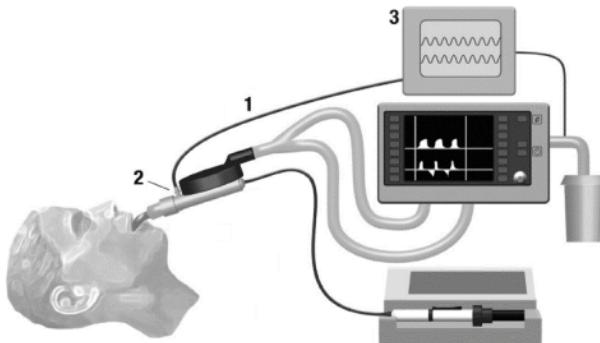

Figura 1
1. Conecte la línea de muestreo de gas H (1) al puerto de muestro de control de gas (2) como se muestra en la figura 1. Gire el conector Luer en sentido horario para un ajuste seguro para garantizar que no haya pérdida de gases en el punto de conexión.
2. Conecte la línea de muestro de gas H (1) al control de gas respiratorio (3). Gire el conector Luer en sentido horario para un ajuste seguro para garantizar que no haya pérdida de gases en el punto de conexión.